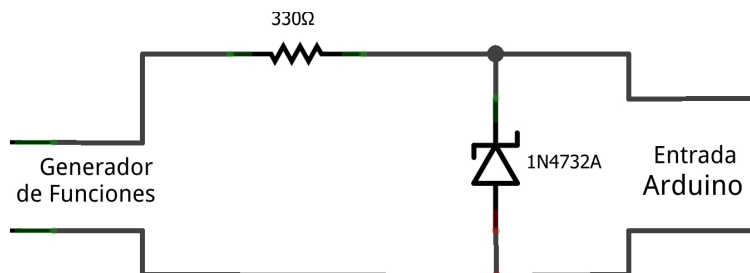

Figura 2.23. Circuito limitador de amplitud.
- Implementar el circuito mostrado en la figura 2.23 para limitar la amplitud de la señal de entrada, así como protección para la entrada analógica de Arduino.